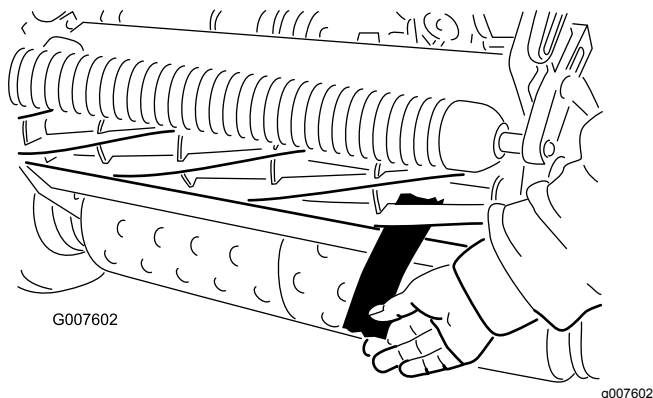

Figura 48
12. Pruebe el rendimiento de corte insertando una tira larga de papel de prueba del rendimiento de corte entre el molinete y la contracuchilla, perpendicular a la contracuchilla (Figura 48). Gire el molinete lentamente hacia adelante; debe cortar el papel.